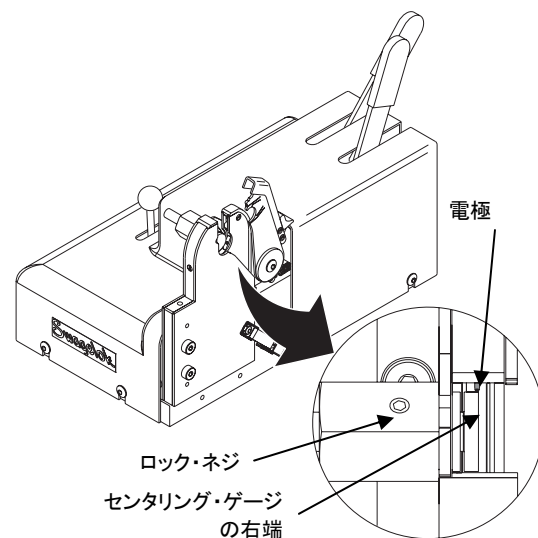

Figure 25 センタリング・ゲージの調整
4. センタリング・ゲージの右端が電極の中心にくるように調整します。**Fig.25**をご参照ください。